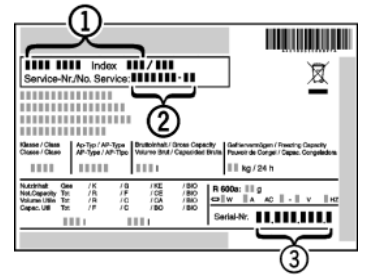

Fig. 22
- ▶ Gerätebezeichnung *Fig. 22 (1)*, Service-Nr. *Fig. 22 (2)* und Serial-Nr. *Fig. 22 (3)* vom Typenschild ablesen. Das Typenschild befindet sich an der linken Geräteinnenseite.